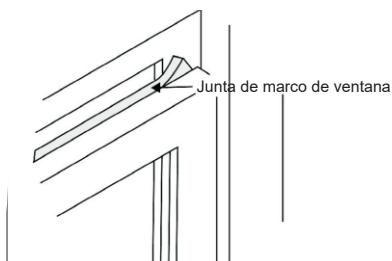

Fig. 18
1. Recorte el sello de la hoja para que se ajuste al ancho de la ventana. Insértelo en el espacio entre las hojas superior e inferior (Fig. 18).